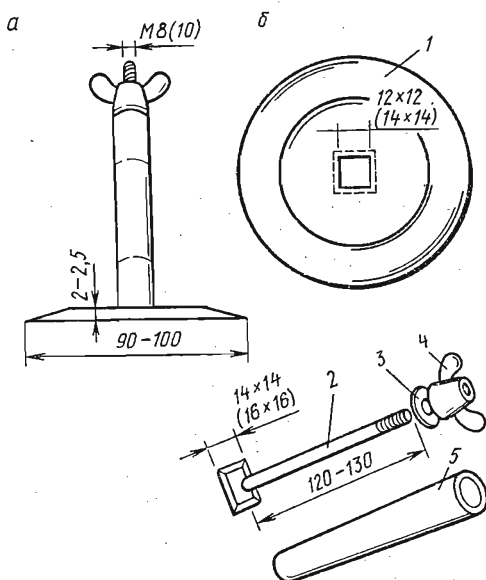

Рис. 12. Дисконный нож:
**Дисковый нож** (рис. 12) служит для обрезания толстых книжных блоков, предварительно зажатых в переплетных тисках. Он состоит из режущего диска, изготовленного из инструментальной углеродистой стали У10А, диаметром 90—100 мм, толщиной 2—2,5 мм. С одной стороны его по всей окружности спускают пологую фаску и тем самым затачивают режущую кромку, которую потом необходимо с обеих сторон довести на оселке. Как видно на рисунке, в центре диска вырезано квадратное отверстие (12×12 мм), кромки которого срезаны под углом 45°. На стержне, являющемся основанием для крепления режущего диска и рукоятки, сделана фигурная головка, соответствующая по размерам и форме квадратному отверстию ножа. Диск надевают на фигурную головку, поверх него ручку (из дерева, металла, пластмассы) и все скрепляют гайкой. Шляпка фигурной головки стержня не должна выступать из плоскости диска.